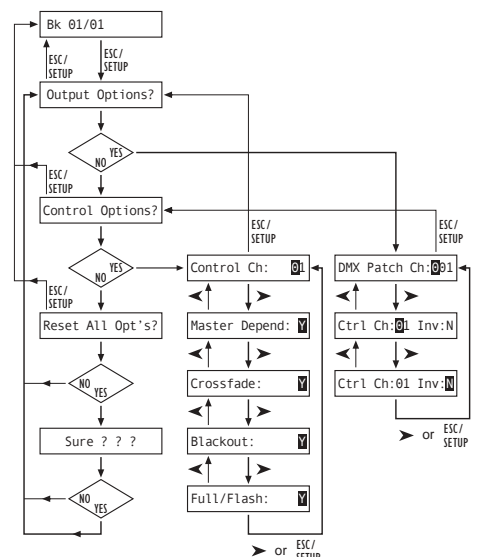

Fig. 4 Menüstruktur / Menu structure
- 1) Das Steuerpult mit dem Schalter POWER (8) einschalten. Das Display zeigt kurz „img Stage Line DMX-1440“ und die Nummer der Software-Version. Danach erscheint in der ersten Zeile „Bk01 01/01“. Aus der Speicherbank 01 ist die Szene 01 aufgerufen (siehe Kap. 6).
- 2) Das Konfigurationsmenü mit der Taste ESC/SETUP (21) aufrufen. Dies kann jedoch nicht beim Ablauf oder Programmierung einer Szenensequenz erfolgen. Die Menüstruktur ist in der Abb. 4 dargestellt.
- a) Um die DMX-Adressen zuzuordnen (Kap. 4.4.1), die Zifferntaste 12/YES (2) drücken (Anzeige „DMX Patch“) oder
- b) um die Optionen der Steuerkanäle festzulegen (Kap. 4.4.2), die Taste 11/NO (2) drücken (Anzeige „Control Options? Y/N“). Entweder zum Bestätigen die Taste 12/YES drücken oder um zur Zurücksetzfunktion zu gelangen (Kap. 4.4.3), die Taste 11/NO.
- 1) Switch on the controller with the switch POWER (8). The display shortly indicates "img Stage Line DMX-1440" and the number of the software version. Then "Bk01 01/01" is displayed in the first line. The scene 01 is called from the memory bank 01 (see chapter 6).
- 2) Call the configuration menu with the button ESC/SETUP (21). However, this cannot be made when a scene sequence is run or programmed. The menu structure is shown in fig. 4.
- a) To assign the DMX addresses (chapter 4.4.1), press the numerical key 12/YES (2) [display "DMX Patch"] or
- b) to define the options of the control channels (chapter 4.4.2), press the button 11/NO (2) [display "Control Options? Y/N"]. Either press the button 12/YES to confirm or press the button 11/NO to go to the reset function (chapter 4.4.3).